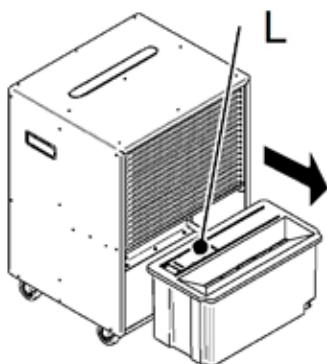

Fig.2 - Le réservoir d'eau
Enlevez le réservoir d'eau (regardez Fig.2). Videz l'eau à travers la sortie (L) et remettez le réservoir d'eau à sa place.